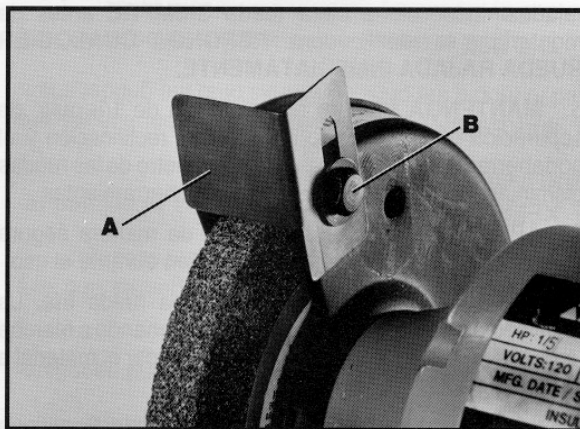

Fig. 3
El protector de chispas (A) Fig. 3, debe ser montado a la parte superior de cada protector de rueda, utilizando para ello el tornillo y la arandela (B) en la manera ilustrada. El protector de chispas (A) debe ser ajustado lo más cerca posible a la rueda rectificadora para que las chispas jamás hagan contacto con la mano del operario. Al paso que se vayan desgastando las ruedas, el protector de chispas (A) debe ser ajustado también.